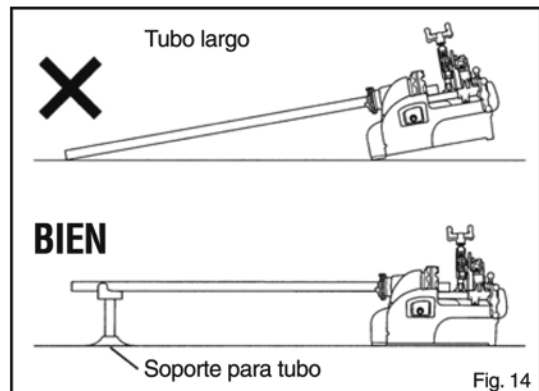

Fig. 14
■ Colocación de tubos largos (Fig. 14)